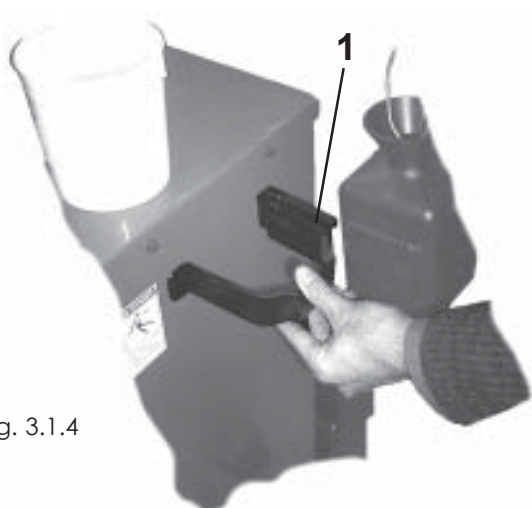

Fig. 3.1.4
I. Die Halterung des Schmiermittels (1 Bild. 3.1.4) auf der Rückseite der Reifenwechselmaschine mit Hilfe der zwei Schrauben und der entsprechenden Unterlegscheiben in der Bohrungen oben an der Kolonne montieren.
- I. Fit the lubricant support (1 Fig.3.1.4) on the backside of the tire changer using the two screws and the relative washers, in the high side of the column.
- I. Monter le support pour lubrifiant (1 Fig.3.1.4) sur le postérieur du la démonte-pneus en utilisant les deux vis et les rondelles présentes, dans la partie haute de la colonne.